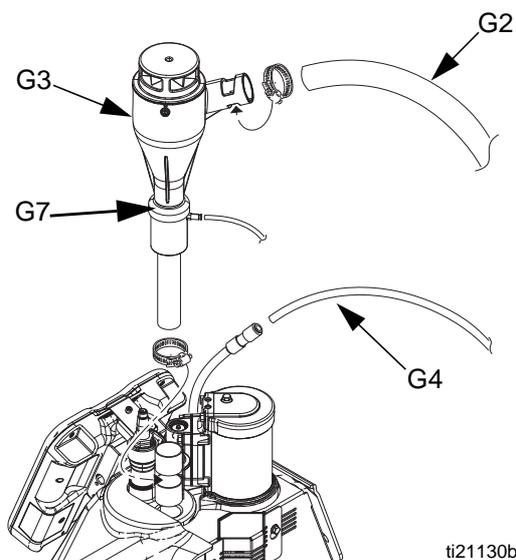

FIG. 7
- Installer l'entonnoir d'admission (G3) du transfert sous vide sur le système. Voir FIG. 7.
3. Introduire le tuyau (G2) de transfert sous vide de 33 mm (1,3 po.) de diam. ext. dans l'admission (G3) de l'entonnoir du transfert sous vide et bien l'attacher avec le collier de serrage fourni. Voir FIG. 7.
4. Brancher la longue conduite d'air (G4) de 9,5 mm (3/8 po.) de diam. ext. sur le raccord rapide de 9,5 mm (3/8 po.) de la conduite d'air du système. Voir FIG. 7.